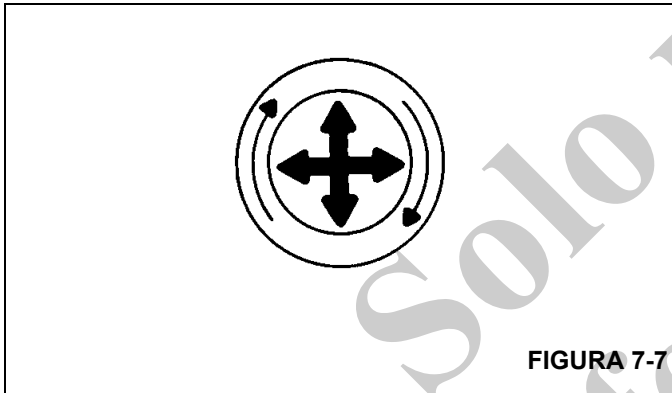

FIGURA 7-7
1. Suelte los pestillos, abra el cuerpo del filtro de aire y retire los elementos según se describe a continuación (Figura 7-7):